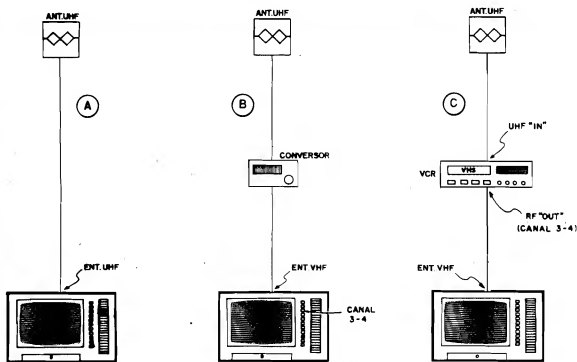

Fig. 13
- FIG. 13 - "Mas como faço para "pegar" UHF...?". A figura mostra as três possibilidades básicas que permitirão ao Leitor receber e
- **13-C** - O televisor apenas recebe sinais de VHF, porém Você possui um vídeo-cassete, já funcionando em conjunto com a TV. Nesse caso, o cabo de descida da nossa antena deve ser ligado ao conector UHF "IN" (na traseira do vídeo). A conexão normal (já feita) entre o vídeo e a TV não precisa ser alterada. Para receber a transmissão de UHF, coloque o seletor ou teclado do televisor no canal 3 ou 4 (aquele que normalmente Você usa para ver "filmes" passados no Vídeo...), e faça a sintonia através do vídeo-cassete. Praticamente todos os VCRs (Vide Cassete Record) "completos" incluem um **tuner** (sintonizador) que abrange não só a faixa de VHF como também de UHF. Obviamente o VCR deve ser **ligado** para que seu circuito de sintonia interna entre em ação... Ele fará, então, o papel de CONVERSOR (ver fig. 13-B), normalmente proporcionando uma boa recepção.
- **14-A** - Se o receptor é apenas para VHF, e optou-se pelo uso do CONVERSOR (ver também fig. 13-B). Nesse caso, como o receptor apenas tem uma entrada ou conector para cabagem de antena (VHF), será necessário o uso de um outro tipo de MISTURADOR (VHF-VHF), também conhecido como "misturador" de antenas para "VHF". A ligação geral fica conforme mostra o desenho. Quando for desejada a recepção de canais de VHF "normais", basta posicionar o teclado ou seletor do televisor para o número do canal (o "5" pega no "5", o "7" na